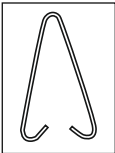
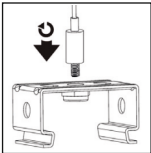

Рис. 5
Рис. 6
- 5.19 Для установки осветительного прибора на подвесы используйте скобы для подвешного монтажа (2 шт. – рис. 5, входят в комплект поставки) или тросовую систему подвеса (рис. 6, в комплект поставки не входит и приобретается отдельно).